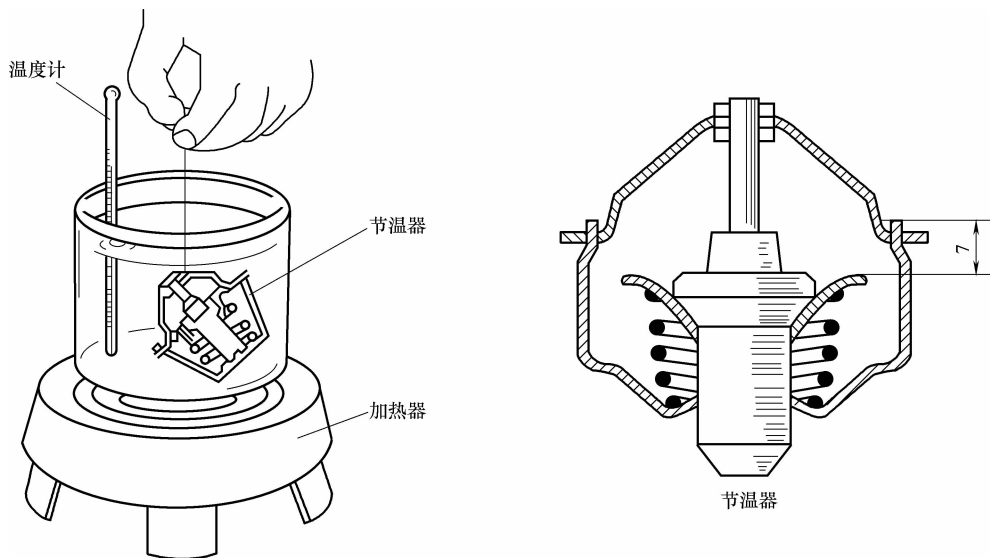

图 2-100 节温器的检测
①水泵（或风扇）的传动带是否过松、打滑或断裂。
②使用硅油离合器的风扇，热机后将发动机熄火，用手转动风扇叶片，若无阻力或阻力很小，说明硅油离合器有故障，应检修或更换。
③装电动风扇的发动机，发动机冷却液温度高于规定数值时不转，应检查熔丝是否良好。若熔丝正常，拔下热敏开关插头，将两插片直接接通，若电扇转动，说明温控开关有故障；若电扇仍不转，说明电扇损坏或电扇的温控开关的电路有故障。
8) 若发动机温度过高，而散热器的温度并不高，或散热器上储水箱温度高，下储水箱却较冷时，可能是节温器的阀门没打开或阀门升程太小，应检查更换节温器。拔下节温器，将节温器浸入水中加热检查节温器阀门开启温度，如图 2-100 所示，当水温达到规定数值时，节温器应开始打开，水沸腾时节温器阀门升程应达到要求的高度，若不正常，应更换节温器。